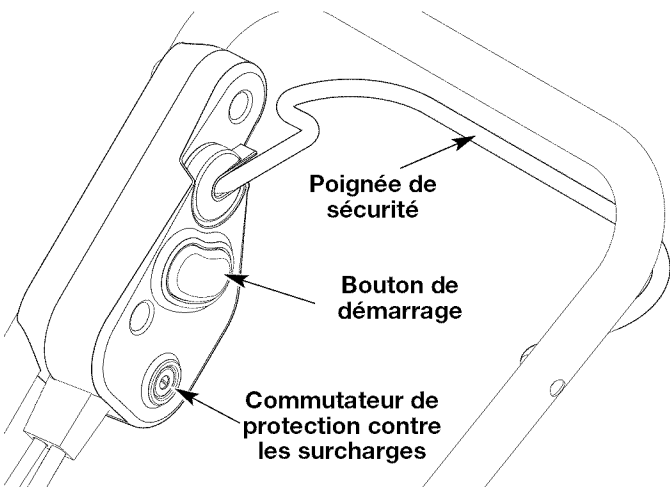

Fig. 5
3. Appuyez sur le bouton de démarrage rouge et maintenez-le enfoncé (Fig. 5)
2. Appuyez sur le commutateur de surcharge pour le réarmer et reprenez le travail (Fig. 5).